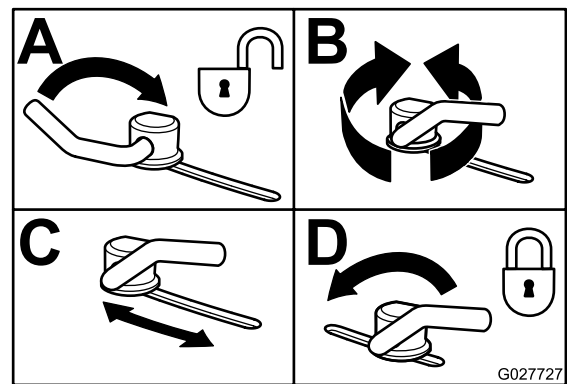

Bild 37
3. Wenn Sie die Haltenocken einstellen möchten, schieben Sie den Hebel nach oben und lösen Sie die Haltenocke (Bild 37).
5. Schieben Sie den Hebel zurück, um das Ablenkblech und die Haltenocken festzuziehen (Bild 37).